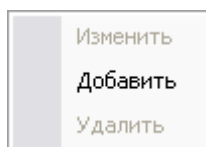

Рис. 240
1. Нажмите правой кнопкой мыши на поле запроса и в появившемся контекстном меню выберите пункт **Добавить** (Рис. 240) или нажмите на кнопку  справа от поля запроса.